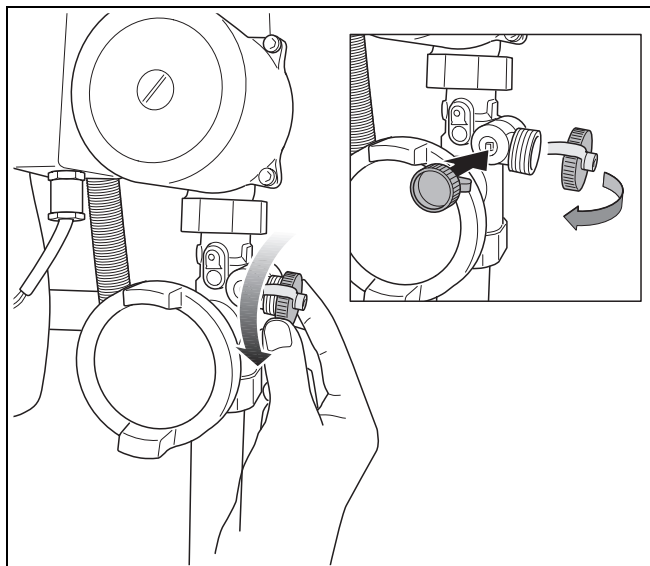

Рис. 8 Снятие крышки с крана для наполнения и слива
- Снять нижний кожух группы подключения (рис. 8).